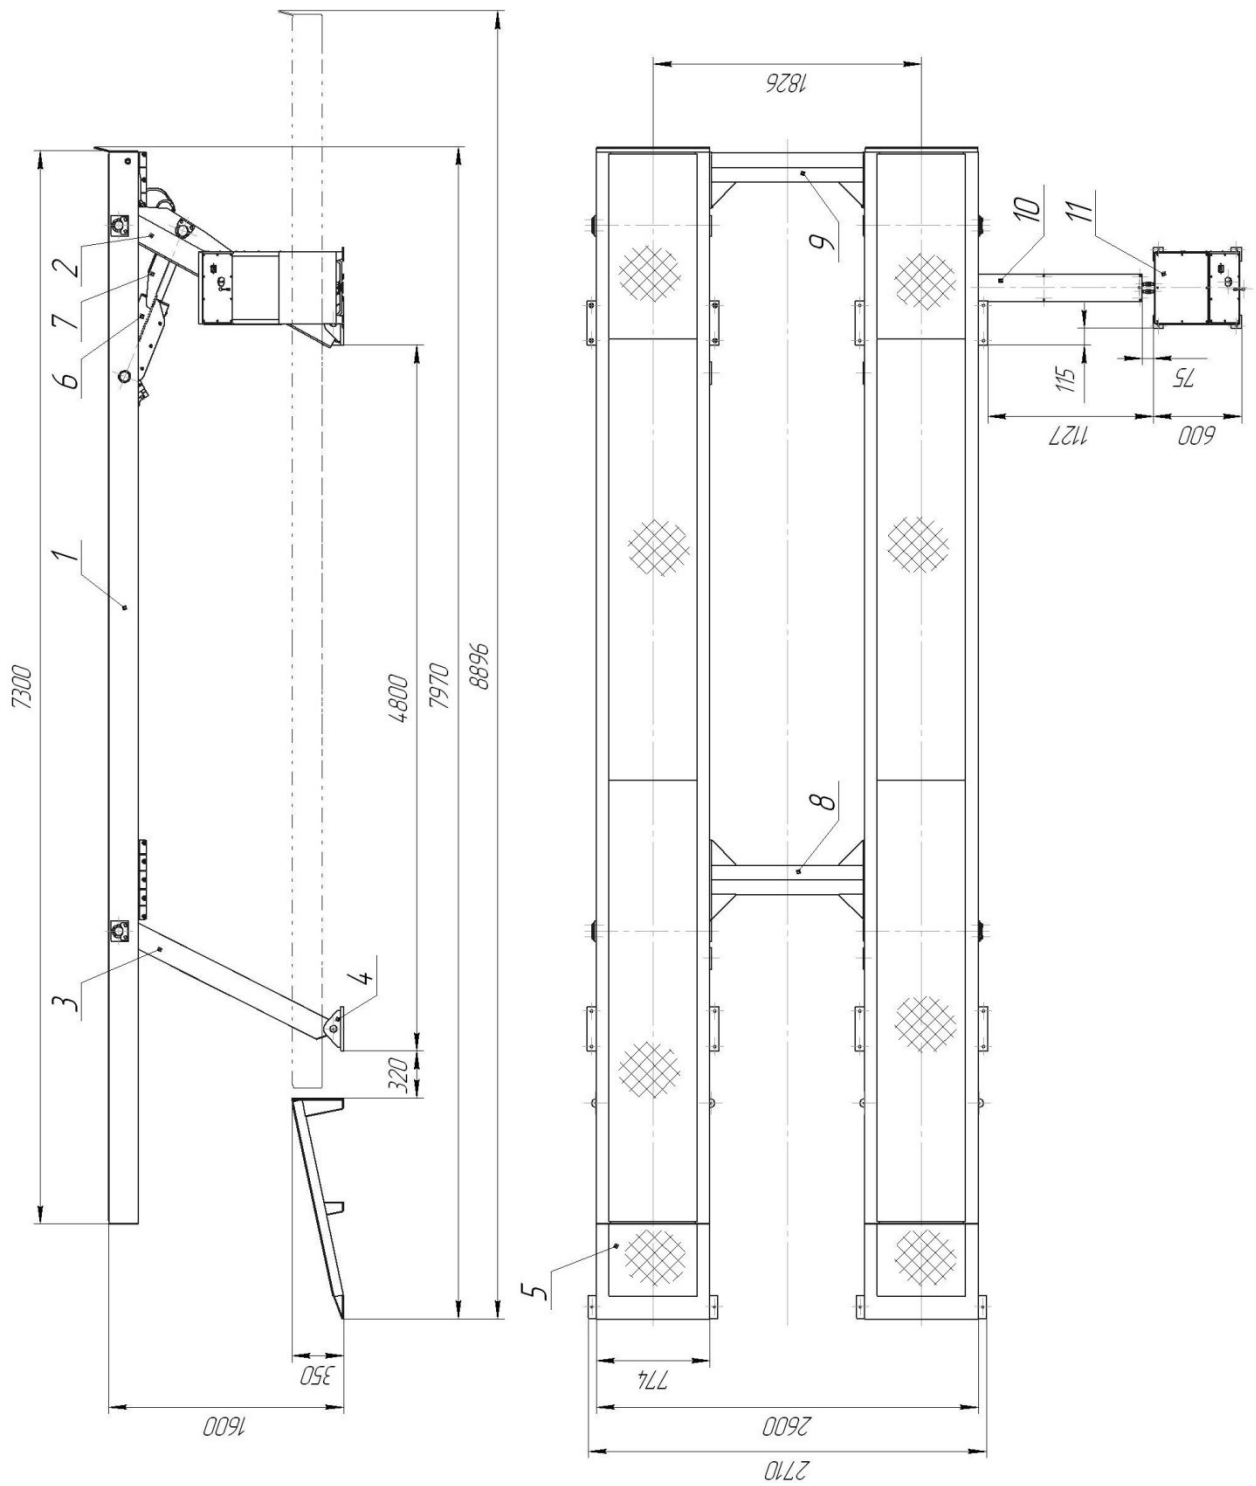

Рис.1 Общий вид платформы подъемной 12Г272М1
Платформа (рис.1) представляет собой стационарный подъёмник, состоящий из основной части в виде шарнирного 4-х звенника с электрогидравлическим приводом.
5.1 Правую и левую половины платформы (поз. 1, рис.1) установить на временные подставки (подкладки), высота которых обеспечит доступ для монтажа поперечин (поз. 8 и 9).
5.9 Внутри поперечины (поз. 9 рис. 1) смонтировать поперечные трубопроводы и соединить дренажные трубки.
5.12 Присоединить к пульта управления короб с трубами (рис. 1 поз. 10) и закрепить его анкерами-шпильками Hilti HST M8x75/10.
5.18 Установите в проектное положение скаты (рис. 1. поз. 5). Расстояние от верхней кромки ската до края платформы в опущенном состоянии 70 мм. Закрепите скаты анкерами-шпильками Hilti HST M12x115/20.